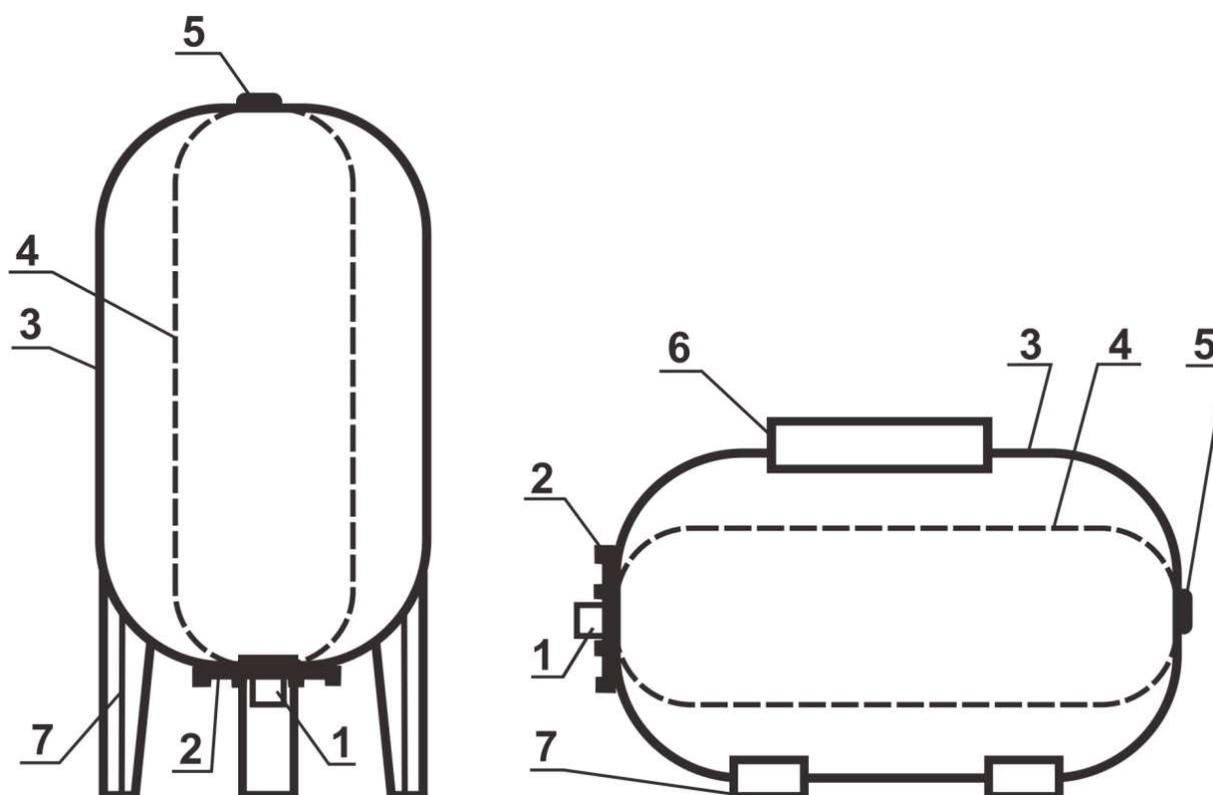

Рис. 1
3.1. Гидроаккумулятор состоит из (рис. 1):
- стального сварного, окрашенного порошковой краской сосуда (3) с контрфланцем и ножками (7);
- стального оцинкованного фланца (2) с резьбовым патрубком (1) с наружной резьбой G1", крепящегося к контрфланцу сосуда болтами;
- сменной эластичной мембраны (4) из бутилкаучука;
- воздушного клапана (5) с колпачком и пластмассовой крышкой;
- площадкой (6) для крепления поверхностного насоса (для гидроаккумулятора в горизонтальном исполнении).